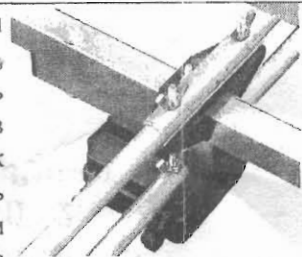

Рис.4
- 6.2 Развернуть полупетли на коробке УСС, тщательно затянуть гайки-«барашки» в точке крепления к коробке. Соединить верхние части полупетель на держателе и закрепить их через стальную пластину гайками-«барашками». (Рис. 4)